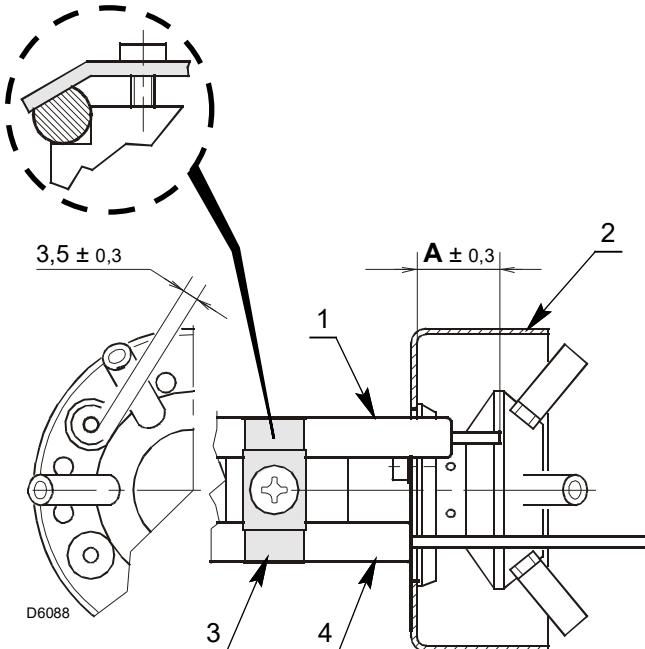

Abb. 15
- Das Einrasten der Platte 3 (Abb. 15) in der Abflachung der Elektrode 1 prüfen.